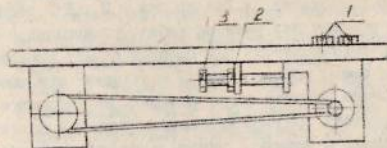

Рис.12
9.4.3. В установке имеется клиновой ремень, который необходимо подтягивать по мере необходимости (рис.12)